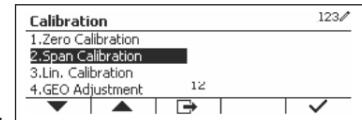

Figure 7
5. Pour quitter la sélection « Zero calibration » (Étalonnage zéro), appuyez sur le bouton multifonction correspondant à l'icône **✓**. (Voir Figure 7)